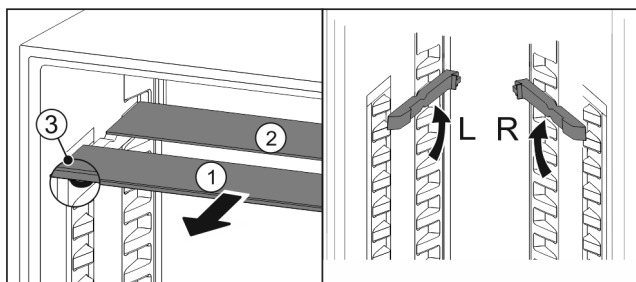

Fig. 27
- ▶ Extrageți Fig. 27 (1) pe rând plăcile de sticlă spre înainte.
- ▷ Placa de sticlă Fig. 27 (1) cu șipca decorativă se află în față.
- ▷ Opritoarele Fig. 27 (3) indică în jos.